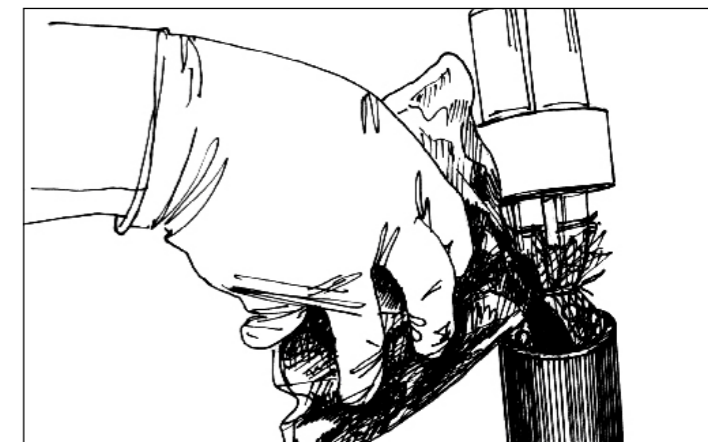

Рис. 4.8. Заливка герметика в муфту
**4.12.** Сrostок вводят в корпус муфты, оставляя небольшой проём для заливки герметика. Затем сrostок слегка отгибают и производят заливку герметика (Рис. 4.8) не до уровня края корпуса муфты, а не доходя до него: в муфтах МТТ -45, 60, 80 – не доходя на 15-20 мм, а в муфтах МТГ-110 – не доходя на 60 мм.